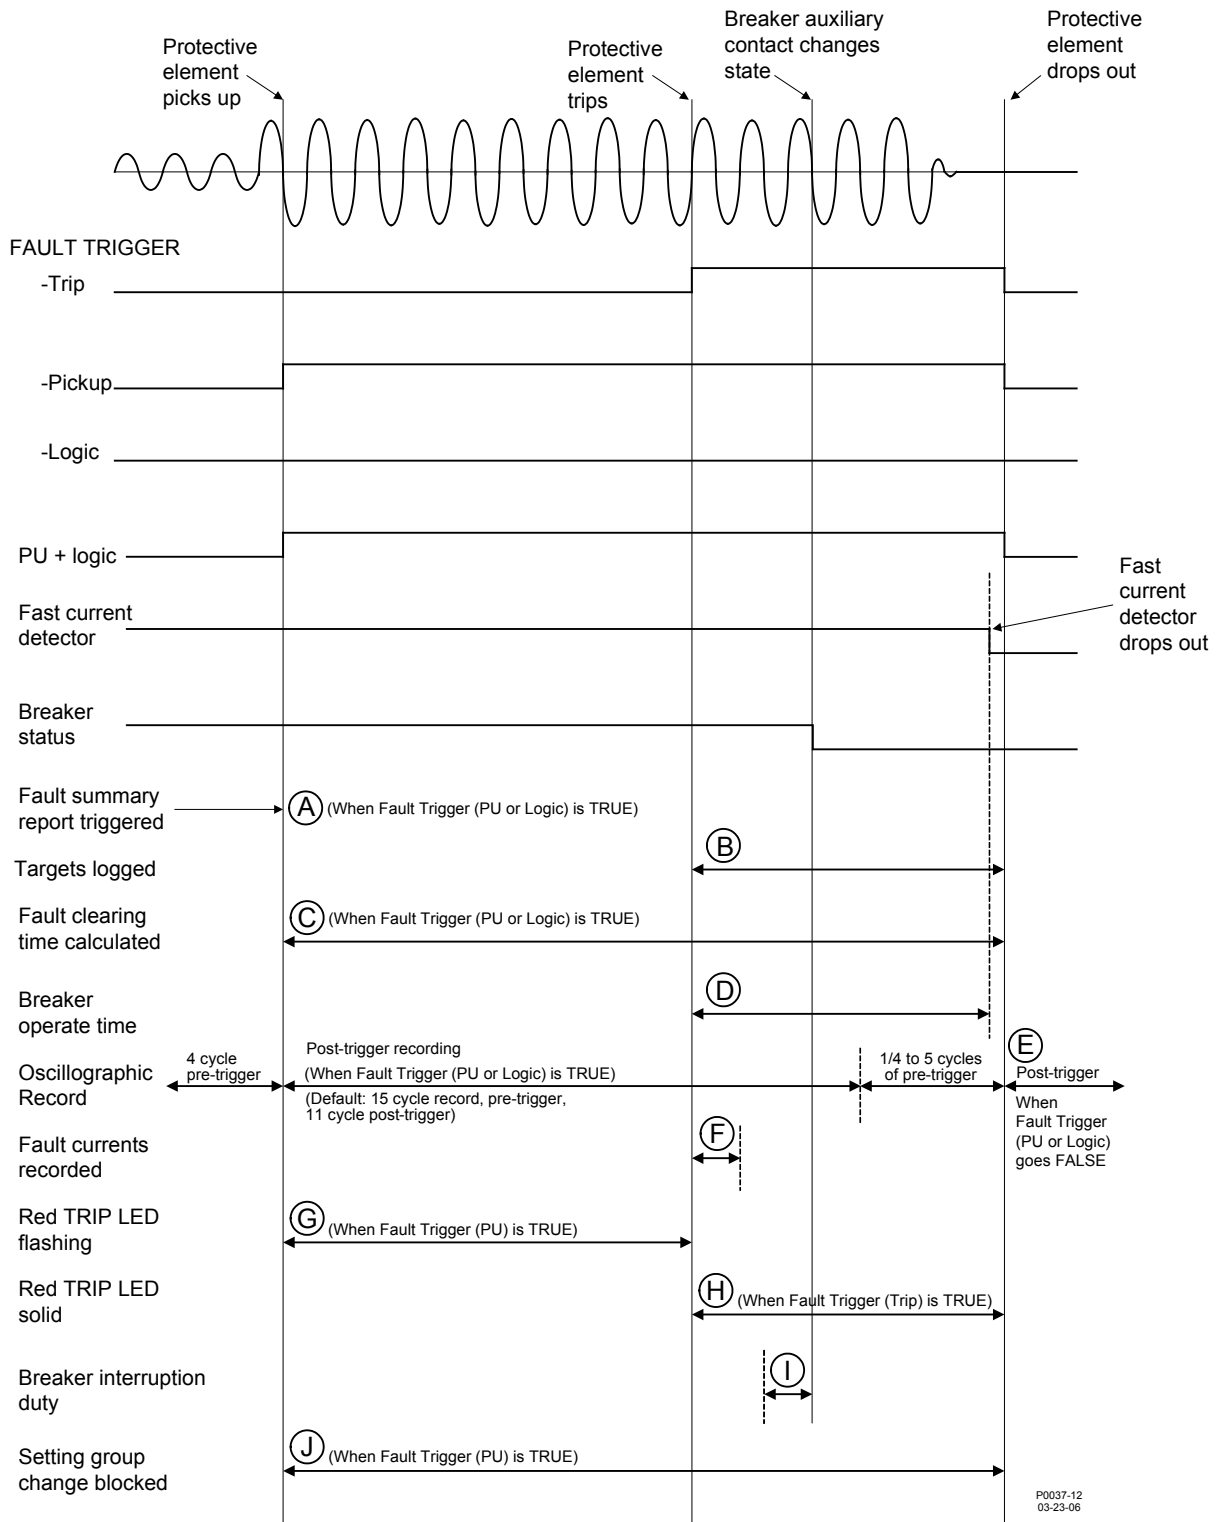

Figura 33-8. Análisis de falla de protección
- *Hora de la falla.* Esta línea informa la hora y la fecha del disparador inicial del evento. Esto se basa en la expresión de la lógica de activación o la expresión del disparador de lógica que pasa a ser verdadera según lo define la lógica Disparador de falla. Consulte la Figura 33-8 y la Tabla 33-3, rótulo A.
- *Objetivos.* Esta línea informa los objetivos que se registraron en el informe de falla entre el momento en que la expresión de disparo pasó a ser verdadera y el final de la falla. Consulte la Figura 33-8 y la Tabla 33-3, rótulo B.
- *Tiempo de eliminación de falla.* Esta línea informa el tiempo desde que el BE1-11m detectó la falla hasta que el BE1-11m detectó que se había eliminado la falla. Consulte la Figura 33-8 y la Tabla 33-3, rótulo C.
- *Registro oscilográfico.* Esta línea informa la cantidad de registros oscilográficos que están guardados en la memoria para este informe de falla. Consulte la Figura 33-8 y la Tabla 33-3, rótulo E. El asentamiento de los registros oscilográficos se describe posteriormente en este capítulo.
- *VA, IA, Circuito IA 2, VB, IB, Circuito IB 2, VC, IC, Circuito IC 2.* Estas líneas informan las magnitudes y los ángulos de tensión y corriente de fase medidos en dos ciclos del sistema de potencia, inmediatamente después de la activación del disparo. Si se elimina la falla antes de que el BE1-11m se dispare, las tensiones y las corrientes de la falla registrada corresponden al ciclo del sistema de potencia, dos ciclos antes del final de la falla. Consulte la Figura 33-8 y la Tabla 33-3, rótulo F.
- *V0, V1, V2.* Estas líneas informan las magnitudes y los ángulos de tensión residual trifásica, de secuencia positiva y de secuencia negativa medidos en dos ciclos del sistema de potencia, inmediatamente después de la activación del disparo. Si se elimina la falla antes de que el BE1-11m se dispare, las tensiones de la falla registrada corresponden al ciclo del sistema de potencia, dos ciclos antes del final de la falla. Consulte la Figura 33-8 y la Tabla 33-3, rótulo F.
- *IG, Circuito IG 2.* Esta línea informa la magnitud y el ángulo de la corriente a tierra medidos en dos ciclos del sistema de potencia, inmediatamente después de la activación del disparo. Si se elimina la falla antes de que el BE1-11m se dispare, la corriente de la falla registrada corresponde al ciclo del sistema de potencia, dos ciclos antes del final de la falla. Consulte la Figura 33-8 y la Tabla 33-3, rótulo F.
dos ciclos del sistema de potencia, inmediatamente después de la activación del disparo. Si se elimina la falla antes de que el BE1-11 $m$  se dispare, las corrientes de la falla registrada corresponden al ciclo del sistema de potencia, dos ciclos antes del final de la falla. Consulte la Figura 33-8 y la Tabla 33-3, rótulo F.
- *FP, FX.* Esta línea informa la frecuencia para la entrada de tensión de fase y la entrada de tensión auxiliar medidas inmediatamente después de la activación del disparo. Consulte la Figura 33-8 y la Tabla 33-3, rótulo F.
- *VX.* Esta línea informa la magnitud y el ángulo de la tensión auxiliar medidos en dos ciclos del sistema de potencia, inmediatamente después de la activación del disparo. Si se elimina la falla antes de que el BE1-11 $m$  se dispare, las tensiones de la falla registrada corresponden al ciclo del sistema de potencia, dos ciclos antes del final de la falla. Consulte la Figura 33-8 y la Tabla 33-3, rótulo F.
**Tabla 33-3. Leyenda para Figura 33-8**